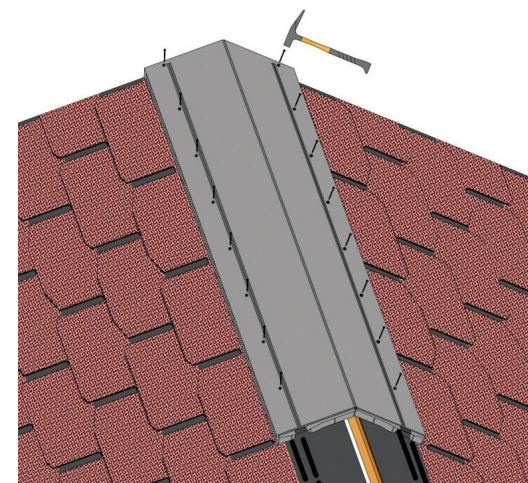

Рис.7 Установка аэратора
5.4 Установите аэратор на конёк крыши таким образом, чтобы он был заподлицо с краем фронтового свеса (Рисунок 7). Максимальный угол применения конькового аэратора без подрезки составляет 50°.